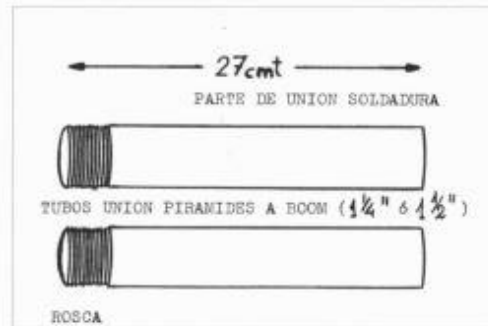

Figura 4.
**BOOM:** este elemento de unión entre las dos pirámides estará formado por dos trozos de tubo de fontanería (de una y cuarto o de una y media pulgada de diámetro) de 27 cm de longitud cada uno; en una parte se les hará rosca convencional de fontanería y en la otra su corte será liso (Figura 4).